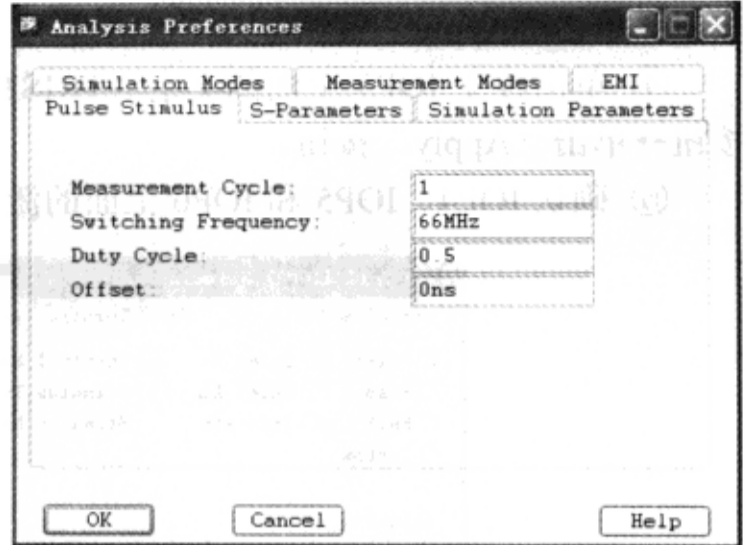

图 3-10-38 设置“Pulse Stimulus”标签页参数
(2) 设置“Pulse Stimulus”标签页参数，如图 3-10-38 所示。